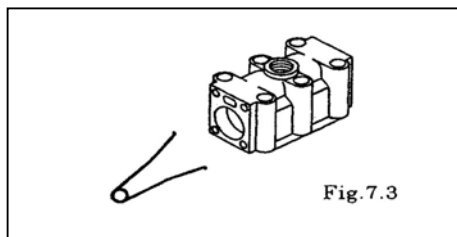

Fig. 7.3
- Bus met speciaal sleutel (Nr. 713148) uittrekken [Fig. 7.3].